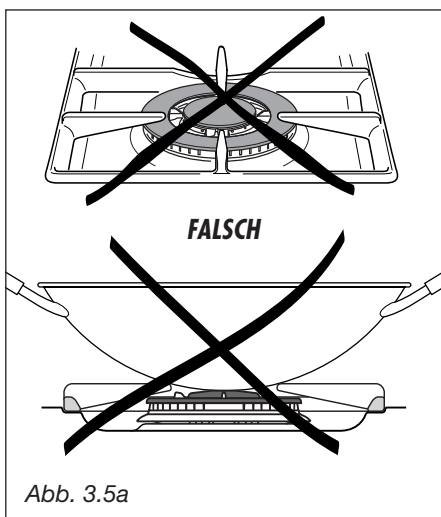

Abb. 3.5a
SPEZIALROST FÜR "WOK" TÖPFE -Sonderzubehör (Abb. 3.5a - 3.5b)
- ✓ Dieses Spezialrost nicht mit gewöhnlichem Kochgeschirr mit flachem Boden verwenden (Abb. 3.5a - 3.5b).